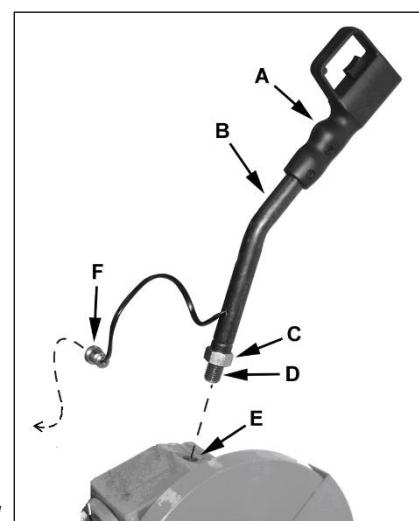

Рис. 1
Завинтите резьбовую часть (D, Рис. 1) управляемой ручки (B) в резьбовое отверстие (E). Закрепите контргайку (C).
Загорится зеленая лампа подачи питания (Y). Запустить станок можно нажав пальцем пусковую кнопку на управляемой ручке (A, Рис.1). Чтобы остановить станок, отпустите пусковую кнопку. Насос подачи СОЖ запускается вместе с главным двигателем, дождитесь достаточного потока СОЖ, прежде чем начать резание.